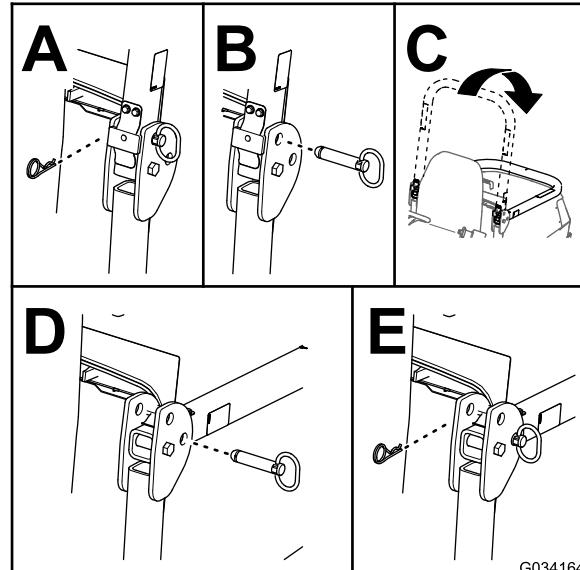

Bild 29
2. Nehmen Sie die Splinte und die Stifte vom Überrollbügel ab (Bild 29).
3. Klappen Sie den Überrollbügel nach unten und befestigen Sie diesen mit den Splinten und Stiften (Bild 29).